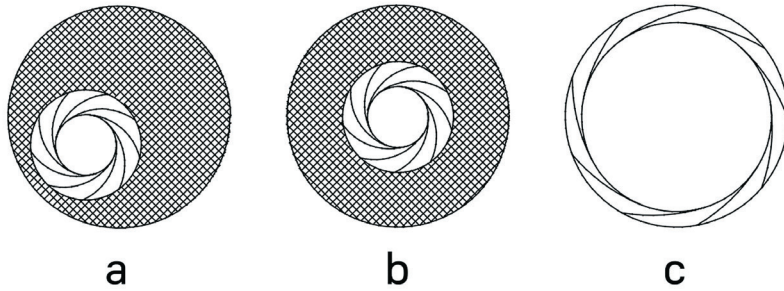

Рис. 11. Регулировка апертурной диафрагмы.
- Наблюдая в правый окулярный тубус, прикройте полевую и апертурную диафрагму, так чтобы была освещена только центральная часть поля зрения (рис. 11 а).
- Раскройте полевую диафрагму немного больше, чем размер поля зрения (рис. 11с).